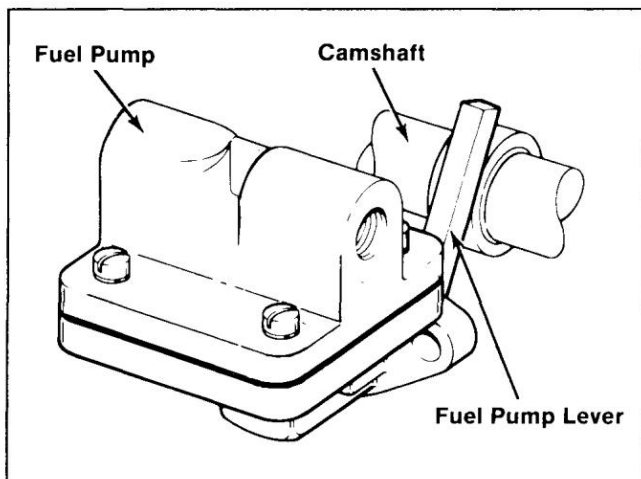

Figure 12-47. Mechanical Fuel Pump.
1. Installez le joint, la pompe à carburant, les rondelles plates et les vis à tête cylindrique. Reportez-vous à la Figure 12-47.